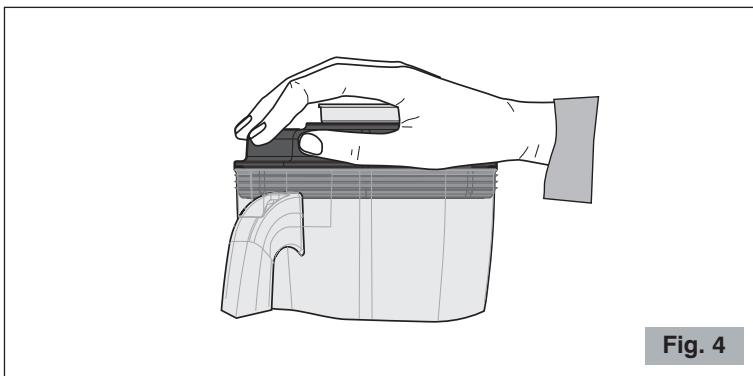

Fig. 4
- 5 Selezionare la velocità desiderata con il selettore e, mantenendo una mano sul coperchio, accendere il motore premendo il tasto (Fig. 4).